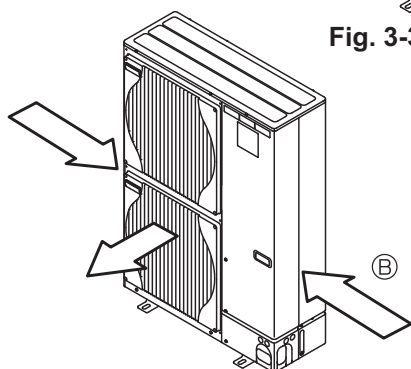

Fig. 3-4
- ③ Coloque la unidad de manera que la salida de aire sople en dirección perpendicular a la dirección estacional del viento, si la conoce. (Fig. 3-4)